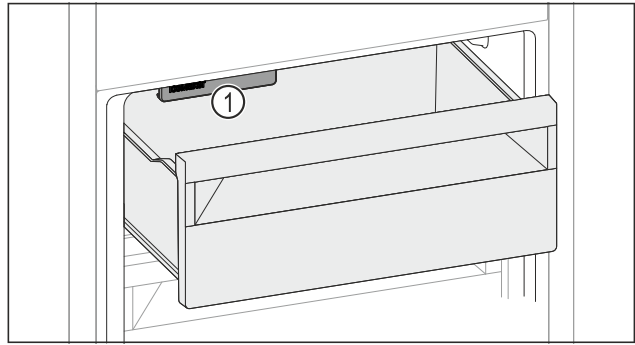

Fig. 157
- ▶ Слідкувати за функцією IceMaker Fig. 157 (1).